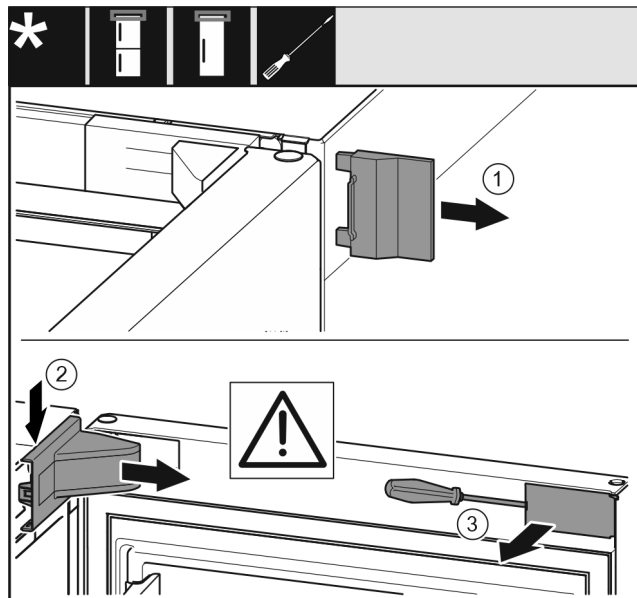

Fig. 11
- Снимите внешнюю крышку Fig. 11 (1).
- При помощи отвертки отцепите крышку опорного кронштейна Fig. 11 (2) и снимите ее.
- При помощи шлицевой отвертки отцепите накладку Fig. 11 (3) и отведите ее в сторону.